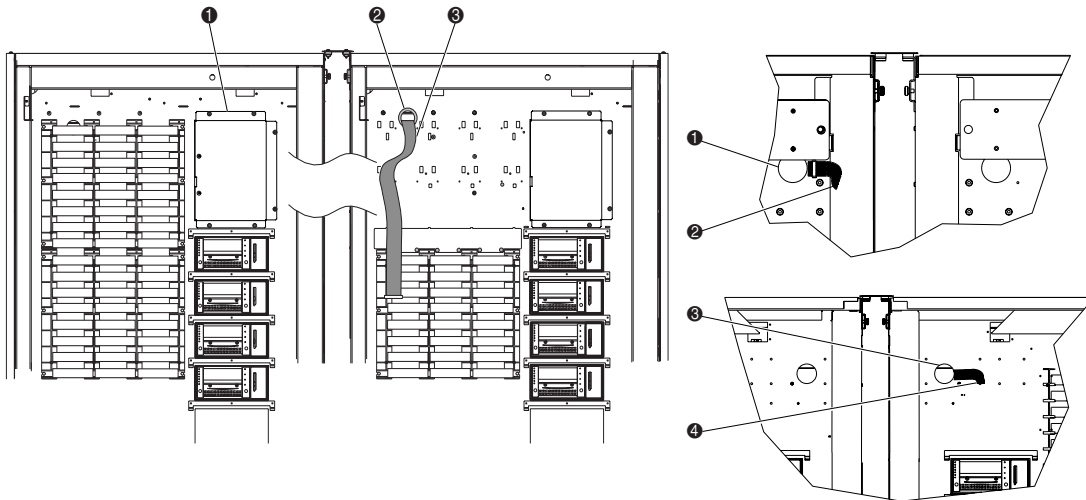

Figura 2-7. guía del cable de PTM
2. Extraiga el enchufe del orificio de cable de la biblioteca derecha e instale el cojinete de 5 centímetros suministrado en el orificio de cable (consulte la Figura 2-7).
3. Pase el cable de PTM a través del orificio, dejando aproximadamente 46 cm de cable en la parte frontal de la pared del receptáculo (consulte la Figura 2-7).
4. Utilizando seis tornillos, instale la placa del adaptador de PTM en la biblioteca ESL9198 izquierda (1 Figura 2-7).